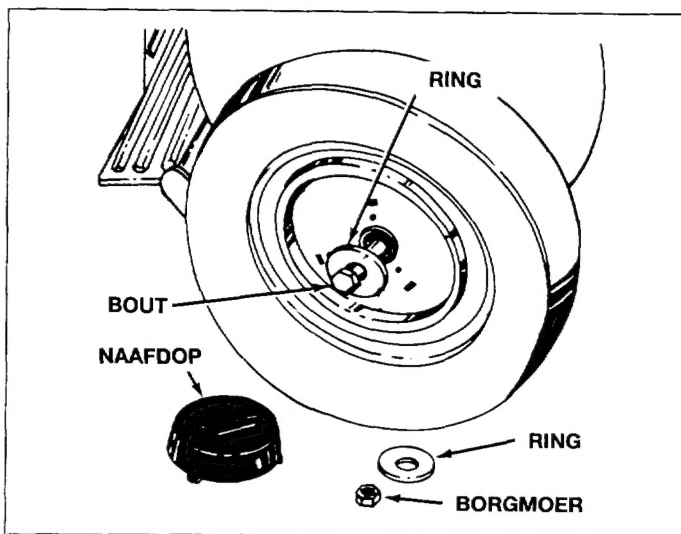

Fig. 32
N.B.: Voordat het wiel gedemonteerd wordt dient eerst de naafdop te worden verwijderd met een schroevendraaier. Demonteer de zeskante bout, de moer en de twee platte ringen. Zie fig. 32 en 33.